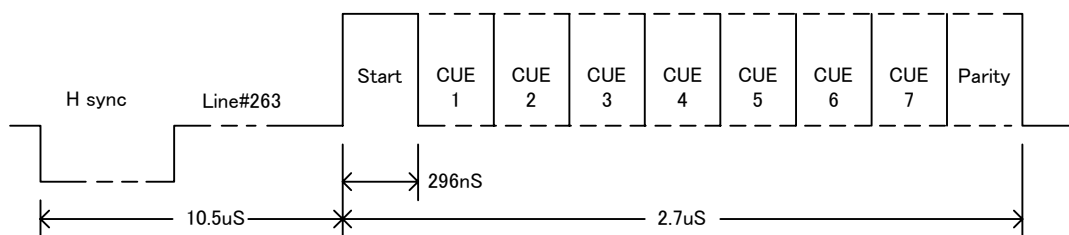

図4-1 CUE信号波形
- ・モニターLEDも正常でない。→受信映像波形が正しいかチェックしてください。図4-1参照